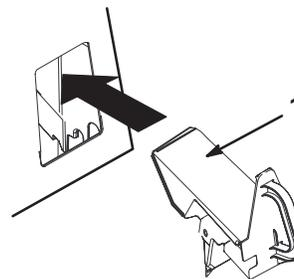

Figure 19
4. Placez l'obturateur Recycler dans l'ouverture, comme illustré à la Figure 19.